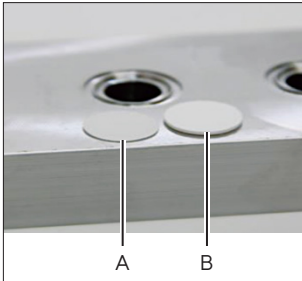

Abb. 4c: Filter
- ▶ Legen Sie zuerst die Filter und Dichtungen auf den Durchflussadapter. Alle erforderlichen Filter und Dichtungen sind im Filterset für den BioPAT® Xgas (SB-20-02-0001, Ersatzteilkit für BioPAT® Xgas) enthalten. Für jede Vertiefung sind zwei unterschiedliche Filter vorgesehen. Ein flacher Filter (Abb. 4c: A) und ein dickerer Filter (Abb. 4c: B). Der flache Filter ist hydrophob und der dickere Filter ist der Partikelfilter. Das Filterset (Abb. 4c) enthält für jede Vertiefung eine Dichtung, einen Flachfilter und einen dickeren Filter (Abb. 4c).